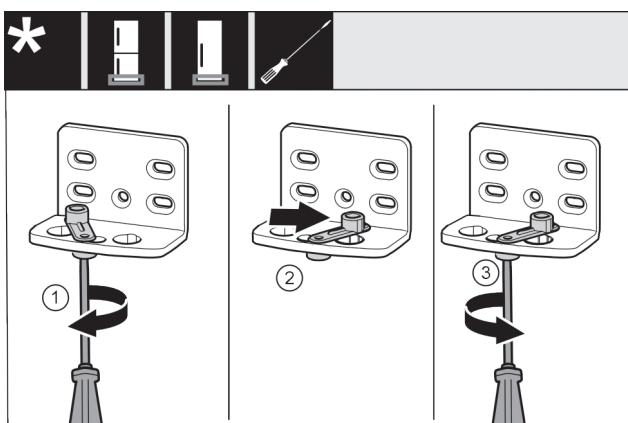

Fig. 19
- Šroubovákem volně přišroubujte šroub Fig. 19 (1).
- Zvedněte pomůcku zavírání dveří Fig. 19 (2) a v otvoru ji otočte o 90° doprava.
- Šroubovákem šroub Fig. 19 (3) pevně utáhněte.